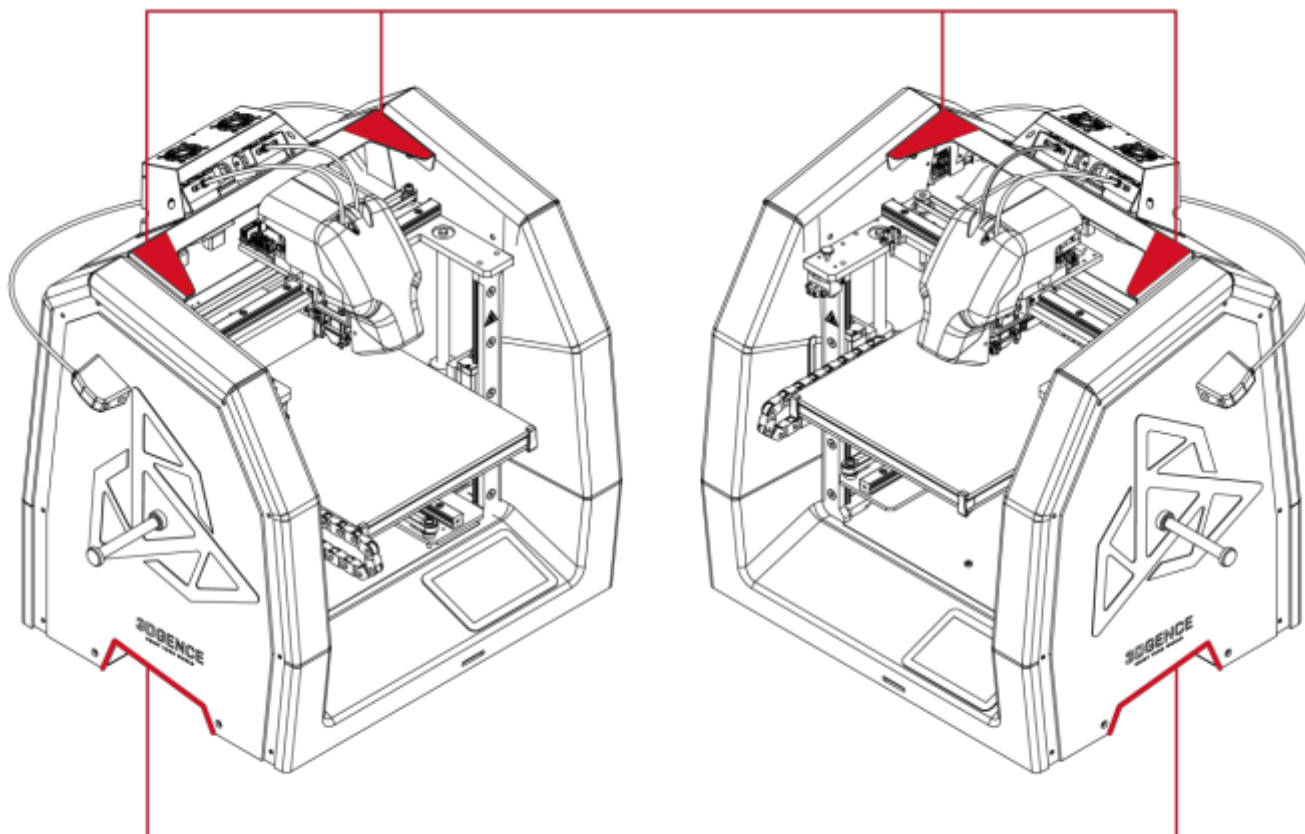

Рис. 3 Расположение ручек для переноски принтера
- разрешается поднимать принтер только с помощью специально предназначенных для этого ручек (рис. 3), не поднимать принтер за другие элементы,